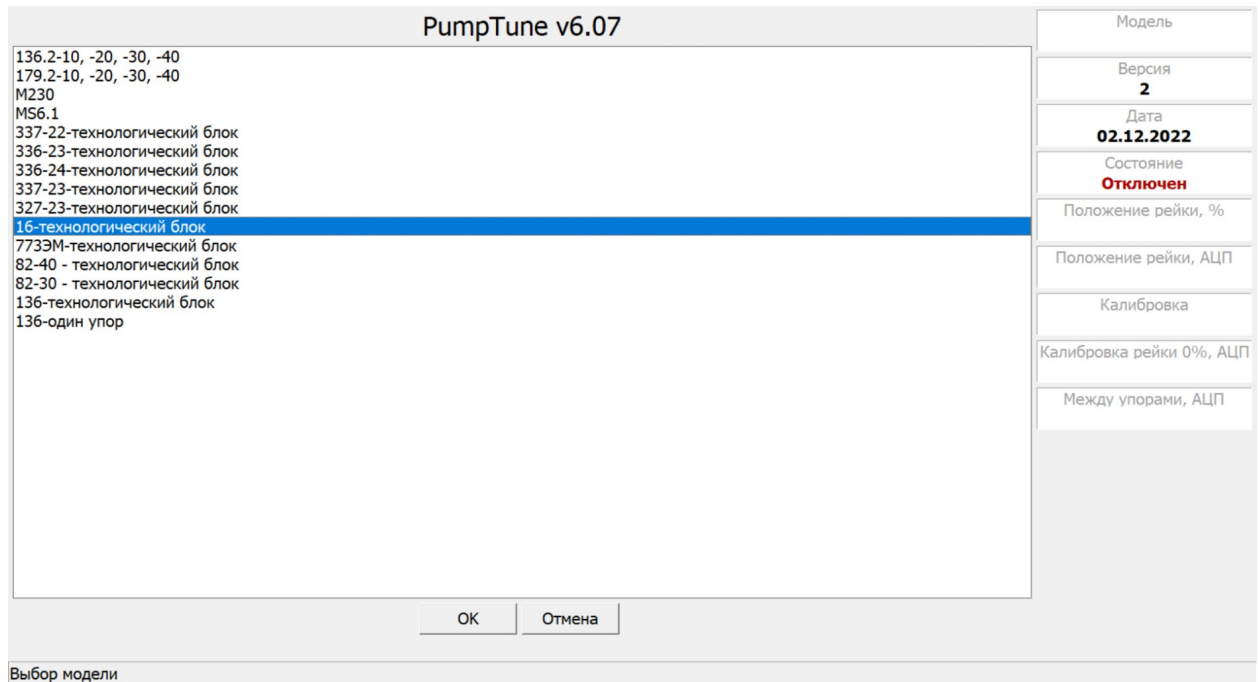

Рис. 3.1 Выбор модели.
3.2.2 Включить питание БНС-5, запустить на компьютере программу PumpTune. Выбрать из списка модель ЭБУ (Рис. 3.1).